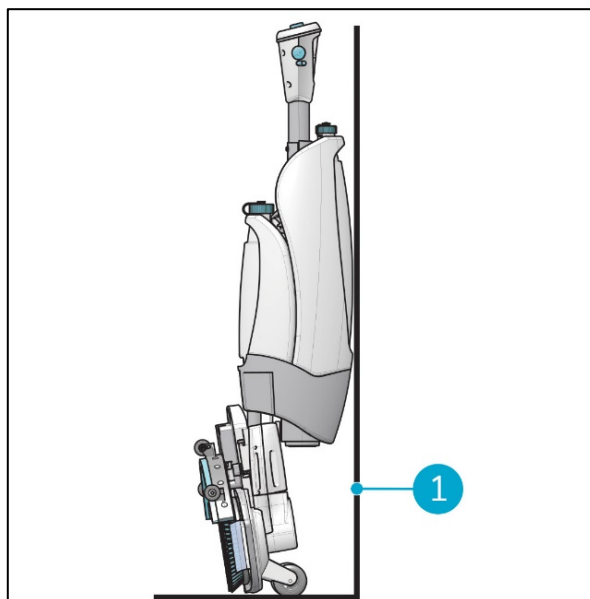

Figure 24
3. Rangez l'i-mop XL Basic près d'un mur (Figure 24, pos 1) avec la poignée dirigée vers le mur et les brosses orientées loin du mur.